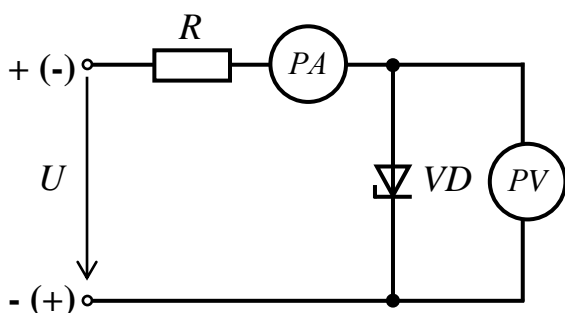

Рисунок 1 – Принципова електрична схема для дослідження ВАХ стабілітрона
- 1.2 Скласти принципові електричні схеми для дослідження властивостей стабілітрона (рис. 1, 2), підготувати таблицю 1 для запису результатів експериментальних досліджень.